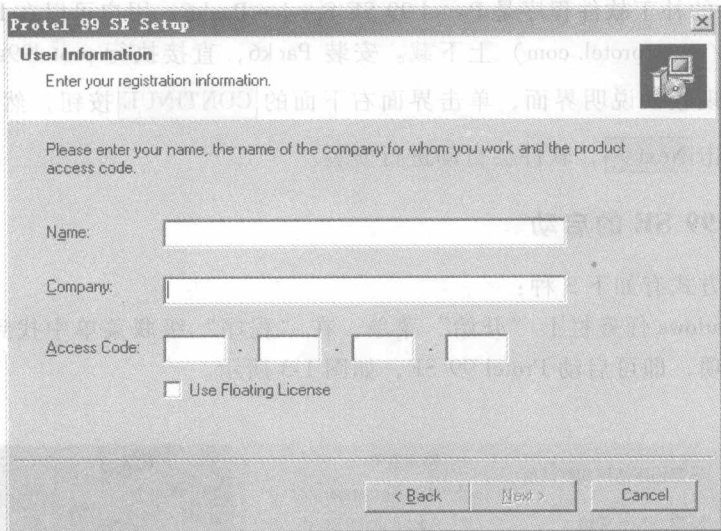

图 1-1 用户注册对话框
1) 在 Protel 99 SE 的安装光盘中找到 setup.exe 文件, 双击鼠标左键则开始运行安装程序, 出现欢迎安装界面。单击 **Next >** (下一步) 按钮, 出现如图 1-1 所示的用户注册对话框。在 “Name” 框中输入用户名, “Company” 框中输入公司名称, “Access Code” 框中输入序列号, 序列号一般可在文件 “安装说明.txt” 中找到。